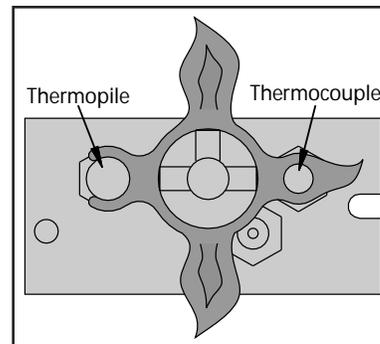
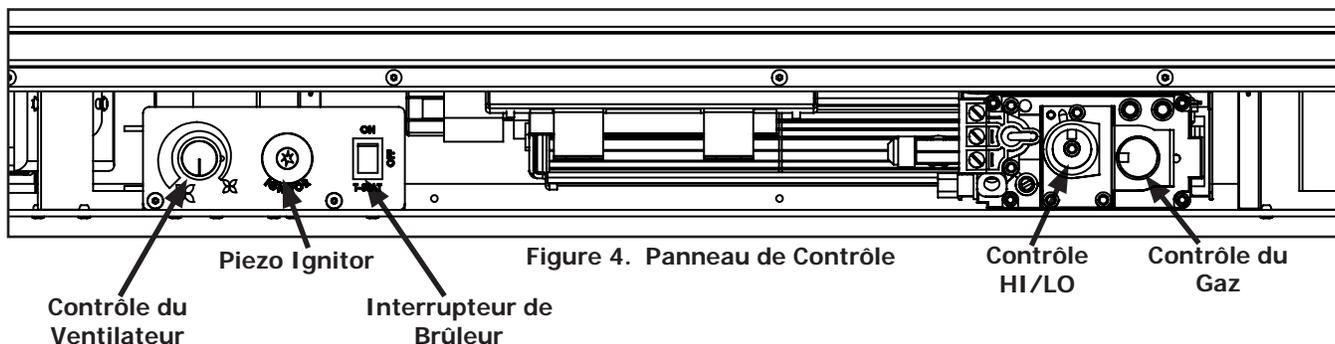

Figure 3. Flamme Pilote
Figure 4. Panneau de Contrôle
1. Éteignez le gaz naturel à la cheminée. Si ce n'est pas récemment fait, enlever le verre et laisser l'unité l'air pendant **au moins cinq (5) minutes afin d'éliminer tout le gaz**. Ouvrir gaz pour le chauffage.
2. Tournez le bouton de contrôle du gaz de pilote, enfoncez et maintenez (voir la Figure 4) ; en même temps, appuyez sur l'allumeur piezo plusieurs fois jusqu'à ce que le pilote s'enflamme. Maintenez le bouton de contrôle du gaz pendant au moins 30 secondes une fois allumé. Vérifier que le pilote a entièrement englouti le thermocouple (voir Figure 3). Le pilote devrait maintenant rester allumé sur son propre, relâchez le bouton de commande de gaz.
L'interrupteur à bascule sur OFF pour désactiver le feux, tournez le bouton de contrôle du gaz sur OFF pour éteindre la flamme pilote. Garder la flamme pilote **OFF** lorsqu'il n'est pas utilisé pendant de longues périodes. Si la cheminée doit être desservie, tourner le robinet d'arrêt gaz OFF (NE PAS FORCER) et débrancher toutes les sources d'alimentation électrique. Voir (Figure 4) pour le panneau de mise en page.